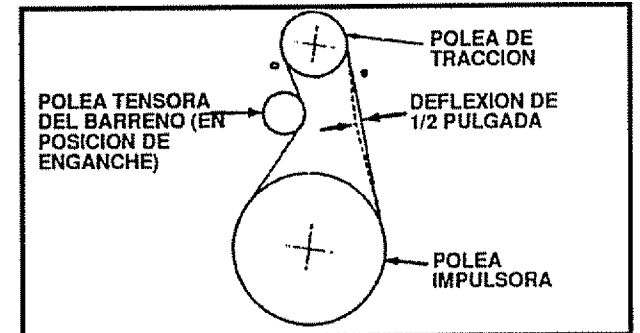

FIG. 25
- Presione la palanca de propulsión del barreno. Verifique la tensión en la correa (polea tensora opuesta). La correa debería presentar una deflexión de 1/2 pulgada con presión moderada (Véase Fig. 25).